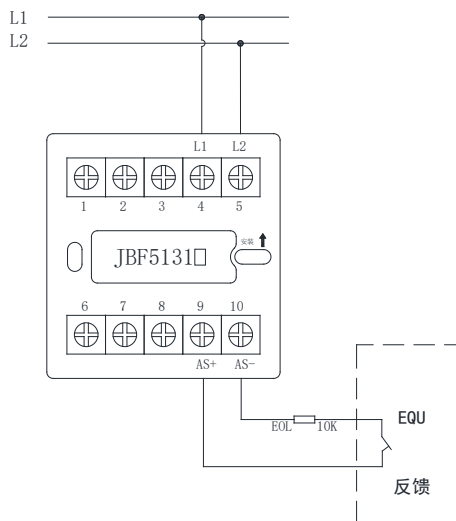

图 4 接线方式:监视无源断开应答的现场设备
- 监视无源断开应答的现场设备时：AS+（端子 9）、AS-（端子 10）：接应答（无源触点），连接在 AS+和 AS-上的监视设备的动开端必须串联 10K Ω 终端电阻。接线示意图如图 4：